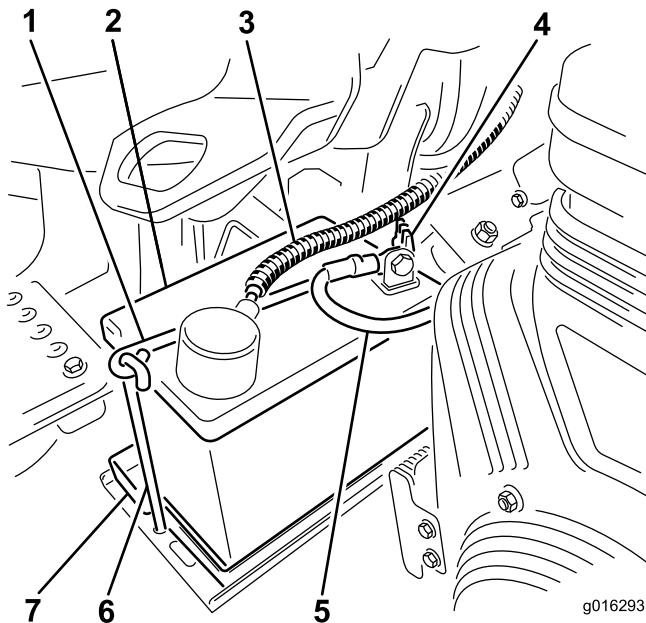

Figura 8
7. Coloque la batería en la bandeja de la batería y sujetela con la abrazadera y las fijaciones que retiró anteriormente (Figura 8).
8. Conecte el cable positivo (rojo) al borne positivo (+) y el cable negativo (negro) al borne negativo (-) de la batería y sujetelos usando los pernos y las tuercas (Figura 8). Deslice la cubierta de goma sobre el terminal positivo para evitar posibles cortocircuitos eléctricos.